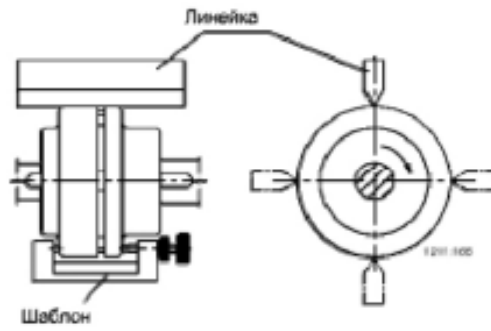

Рисунок 4.1 - “Шаблон контроля зазора”
- ширина зазора между обоими полумуфтами должна быть одинаковой по всему периметру (контроль зазора проводить линейкой или шаблоном – см. рис. 4.1);